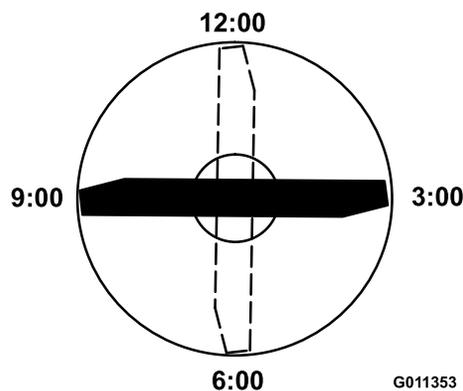

図 74
置車両進行方向に向け 図 74、作業台の表面か
5. 印の付いている端部を3時の位置と9時の位置に向けて **図 74**それぞれ高さを測定する。